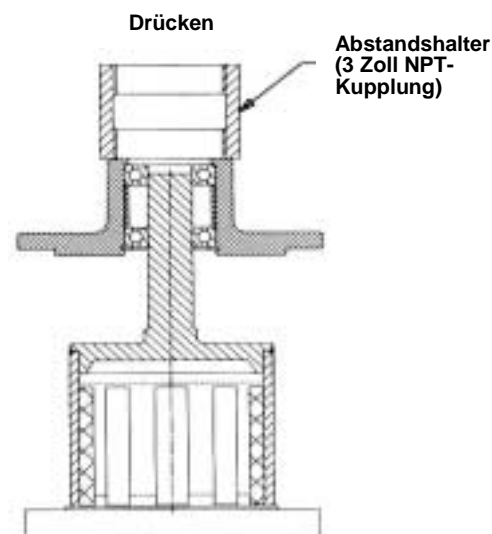

Abbildung 14
1. Setzen Sie ein Lager (1) in die Gehäusebohrung. Schlagen oder drücken Sie es vorsichtig hinein. Positionieren Sie den Abstandshalter in der Bohrung und setzen Sie das zweite Lager ein. Pressen Sie das Lager herunter, bis es aufsitzt. Setzen Sie dann den internen Haltering ein.
2. Schieben Sie die Welle der äußeren Magneteinheit in das Lager, bis diese auf Widerstand trifft. Stellen Sie die Einheit senkrecht in die Presse (siehe **Abbildung 14**), setzen Sie einen Abstandshalter, wie z. B. eine 3 Zoll NPT-Kupplung, auf des Ende des Gehäuses, und üben Sie Druck aus, bis das Lager auf der Schulter der Welle aufsitzt. Setzen Sie den externen Haltering auf die Welle der äußeren Magneteinheit.